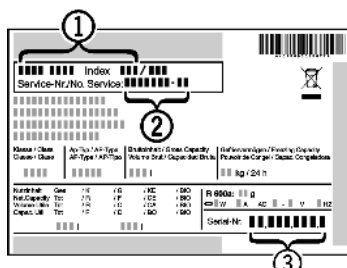

Fig. 32
- ▶ Apparaataanduiding Fig. 32 (1), service-nummer Fig. 32 (2) en serienummer Fig. 32 (3) van het typeplaatje aflezen. Het typeplaatje bevindt zich aan de binnenkant van het apparaat.